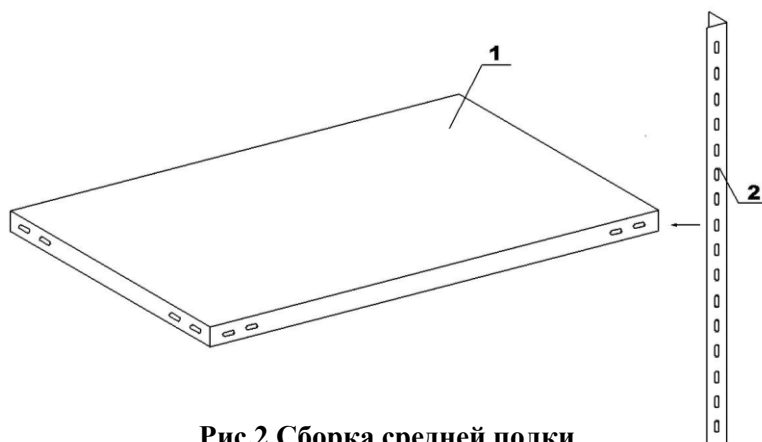

Рис.2 Сборка средней полки
4. На выбранных потребителем уровнях стоек [2] закрепить еще две полки (без применения уголков усиления) при помощи болтовых соединений (рис. 2).